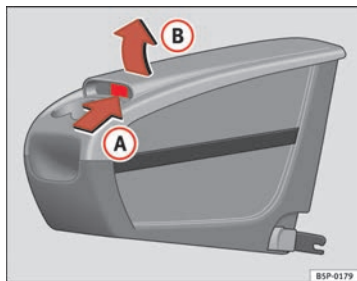

Fig. 114 Portaobjetos móvil. Apertura
- Levante la tapa (B), por la zona (A) ⇒ fig. 114.